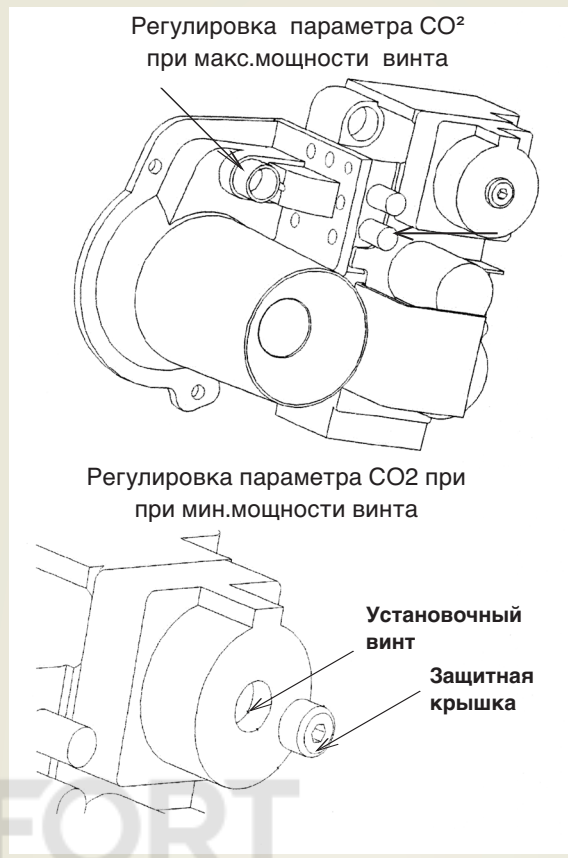

Рис.5
А. Наладка горелки при макс. мощности (Рис.5)
- Желаемая максимальная мощность горелки устанавливается потенциометром (1–9) (Рис.5)
- Необходимое юстирование качества горения осуществляется с помощью регулировочного винта газового мультиблока (рис.5), предварительно удалив защитную крышку: